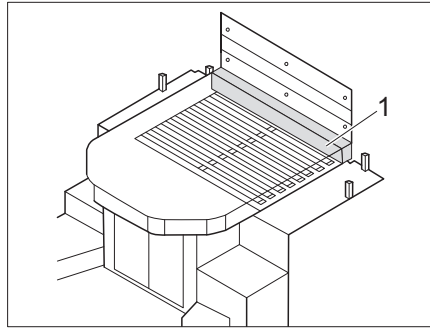

Fig. 182 Extensión de cama - variante 1
- Colocar el colchón adicional (Fig. 182,1) en la parte delantera de la cama tamaño queen.